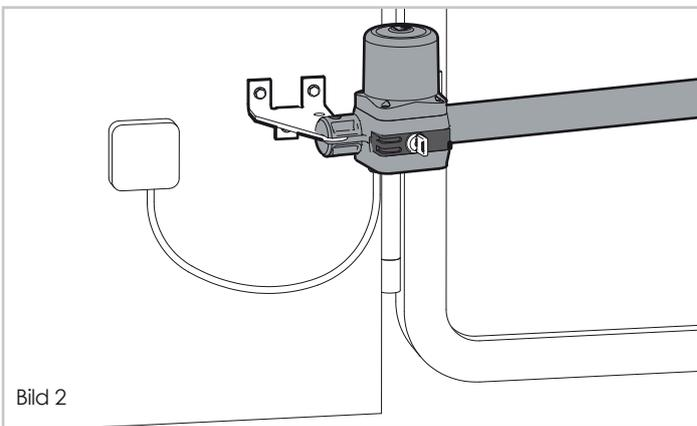

Bild 2
- Der elektrische Kabel, der aus dem Antrieb kommt, darf nicht angespannt sein, sondern muss eine breite Kurve Richtung Boden gestalten: Auf dieser Art vermeidet man, dass der Kabel beschädigt wird sowie den Wassereingang. (Bild 2).